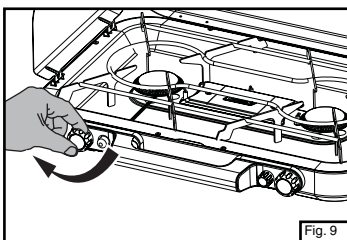

Fig. 9
■ Réglez fermement les commandes à l'arrêt. (Fig. 9)